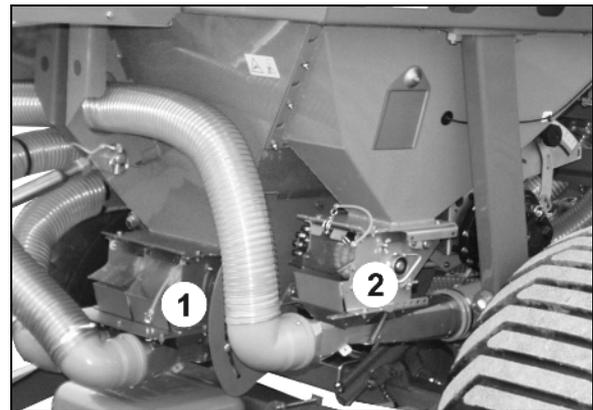

Fig. 24
- Dos dosificadores de semillas para **DMC 602** (Fig. 24/1)
- Un dosificador de abono, opcional (Fig. 24/2)